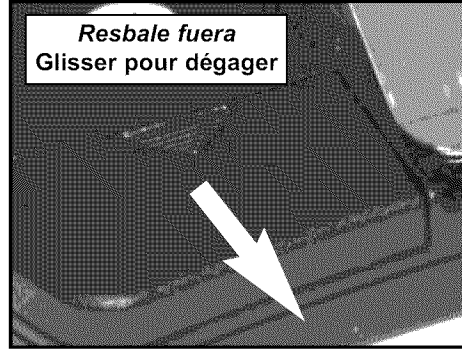

FIG. 8-1 **Abra la tapa de la batería**
- Suavemente empuje recto en la lengüeta de traba de la tapa como se muestra (Fig. 8-1).
- Enfoncer avec précaution la languette de verrouillage du couvercle de la pile tel qu'indiqué (Fig. 8-1).